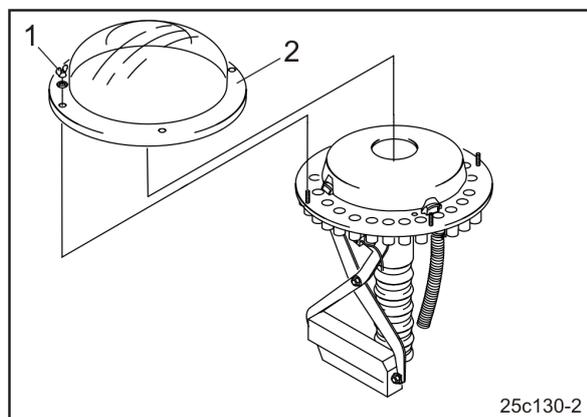

Fig. 111
4. Flügelmuttern (Fig. 111/1) lösen und die durchsichtige Kunststoffkappe (Fig. 111/2) vom Verteilerkopf abziehen.
6. Kunststoffkappe (Fig. 111/2) montieren.
7. Kunststoffkappe mit Flügelmuttern (Fig. 111/1) befestigen.